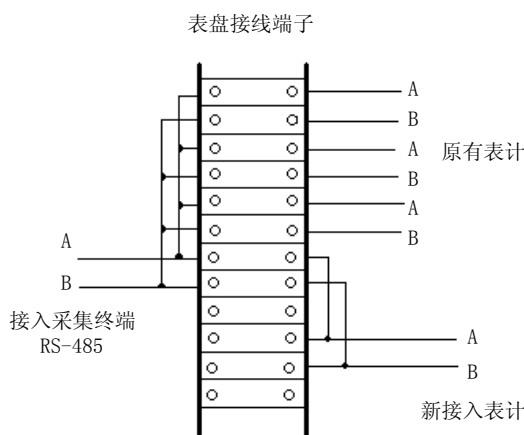

图 4-1 加入新电表接线示意图
- 2) 电表的 RS-485 通信线应接在表盘内的接线端子排上，再用跨接线连接到终端的 RS-485 通道接线端子上，不应直接接入终端上，以免因接线插拔接线端子导致其它通道的通信中断。如图 4-1。